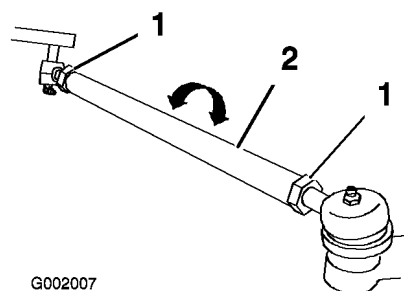

Figura 60
- Se la misura non rientra nel campo specificato, allentate i controdadi da ambo i lati dei tiranti (Figura 60).